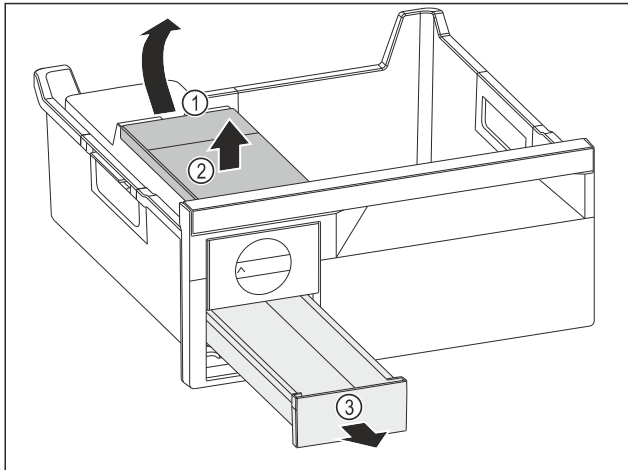

Fig. 73
- ▶ Vyjmutí nádržky na vodu: Zvedněte nádržku na vodu za vybrání Fig. 73 (1).
- ▶ Nádržku na vodu Fig. 73 (2) vyjměte nahoru.
- ▶ Zásuvku na kostky ledu Fig. 73 (3) vyjměte dopředu.